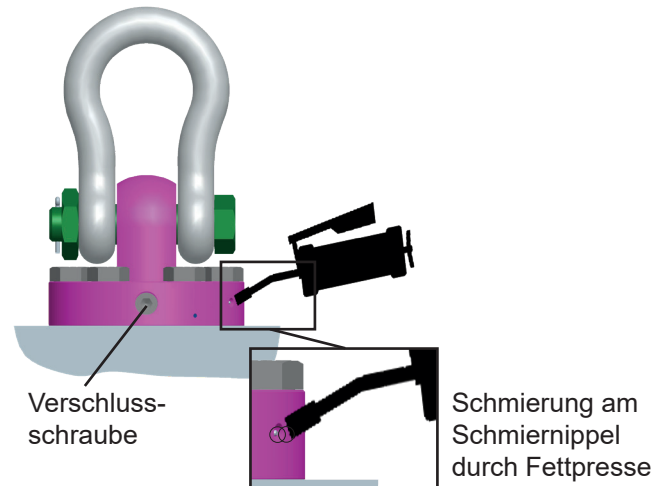

Abb. 7: Schmierung
- festen Schraubensitz der Verschlusschraube überprüfen (Abb. 7)
Verwenden Sie zur regelmäßigen Wartung und Schmierung der Lagerung des WBPG das Allzweckfett AVIALITH 2EP oder vergleichbare Fette. Verwenden Sie hierzu eine Fettpresse mit Mundstück für Kegelschmiernippel (vgl. Abb. 7).